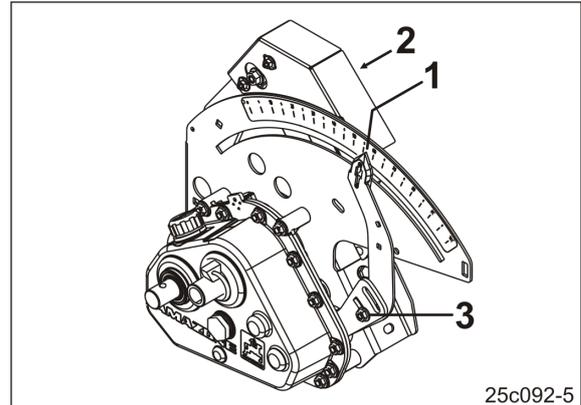

Fig. 25
2. Appuyez sur la touche  jusqu'à ce que le repère (Fig. 25/1) sur l'échelle graduée indique "0" et que la LED jaune (Fig. 25/2) soit allumée.
3. Si nécessaire, dévissez le levier (Fig. 25/3) jusqu'à ce que le repère soit sur "0" et que la LED jaune soit allumée, puis revissez le levier.